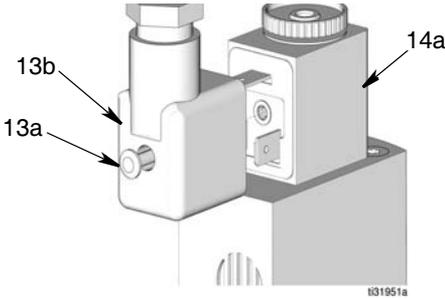

ABB. 36
- Schraube (13a) auf der Rückseite der Mini-DIN-Magnetschalterverbindung (14a) lösen und vom Magnetventilstecker (14a) abziehen. Kabelbaugruppe entsorgen (ABB. 36).
- DIN-Stecker (13b) am Magnetschalterverbinder (14a) anschließen (ABB. 36).